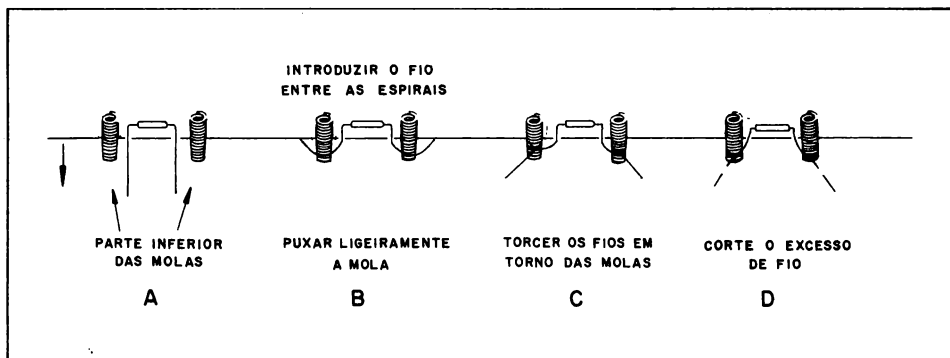

FIGURA 3
e faça com que os fios do resistor dêem uma volta em torno da parte inferior das molas 1 e 2, penetrando bem entre suas espiras, e corte o excesso de fio (*veja os detalhes da figura 3*). Ao executar esta operação, o corpo do resistor deve ser mantido bem encostado à outra face da base de montagem.
- (.) 39 - Vire a base de montagem com a parte inferior para cima e ligue o fio correspondente ao coletor à parte inferior da mola 47. (Esta operação é feita da mesma maneira que com os fios dos resistores, ou seja, de acordo com a figura 3).